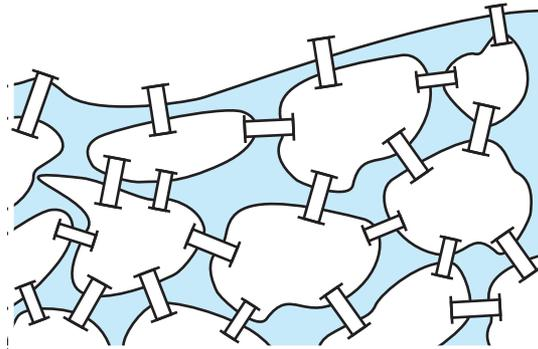

Рис. 46
18. (Задача на составление гамильтонова графа.) Составьте экскурсионный маршрут по двадцати двум мостам так, чтобы побывать на каждом только один раз (рис. 46).